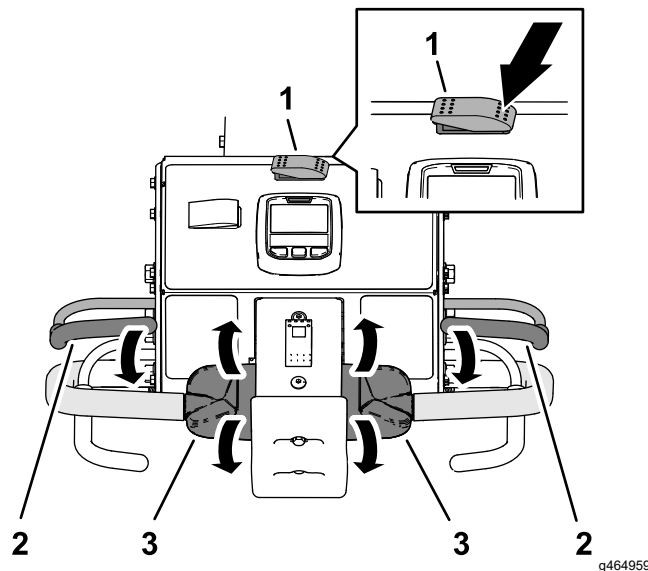

図 83
3. 移動走行・エアレーションスイッチの左側を押して移動走行位置にする 図 83。
5. 左または右のハンドルバーとオペレータベイルをつかんで図 83 ベイルを握り込む。